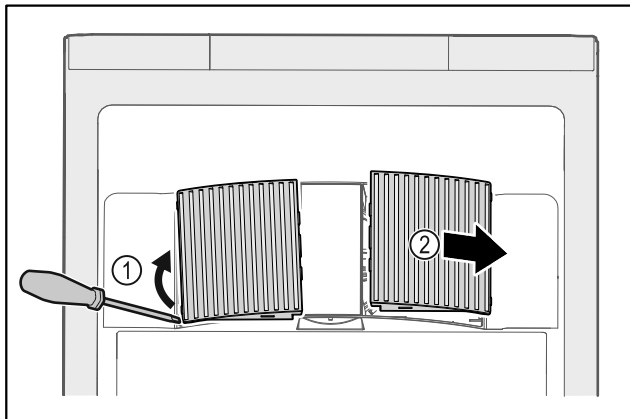

Fig. 161
- ▶ Ventilatorafdekkingen voorzichtig aan de zijkant eruit halen Fig. 161 (1) en naar de voorkant toe verwijderen Fig. 161 (2).